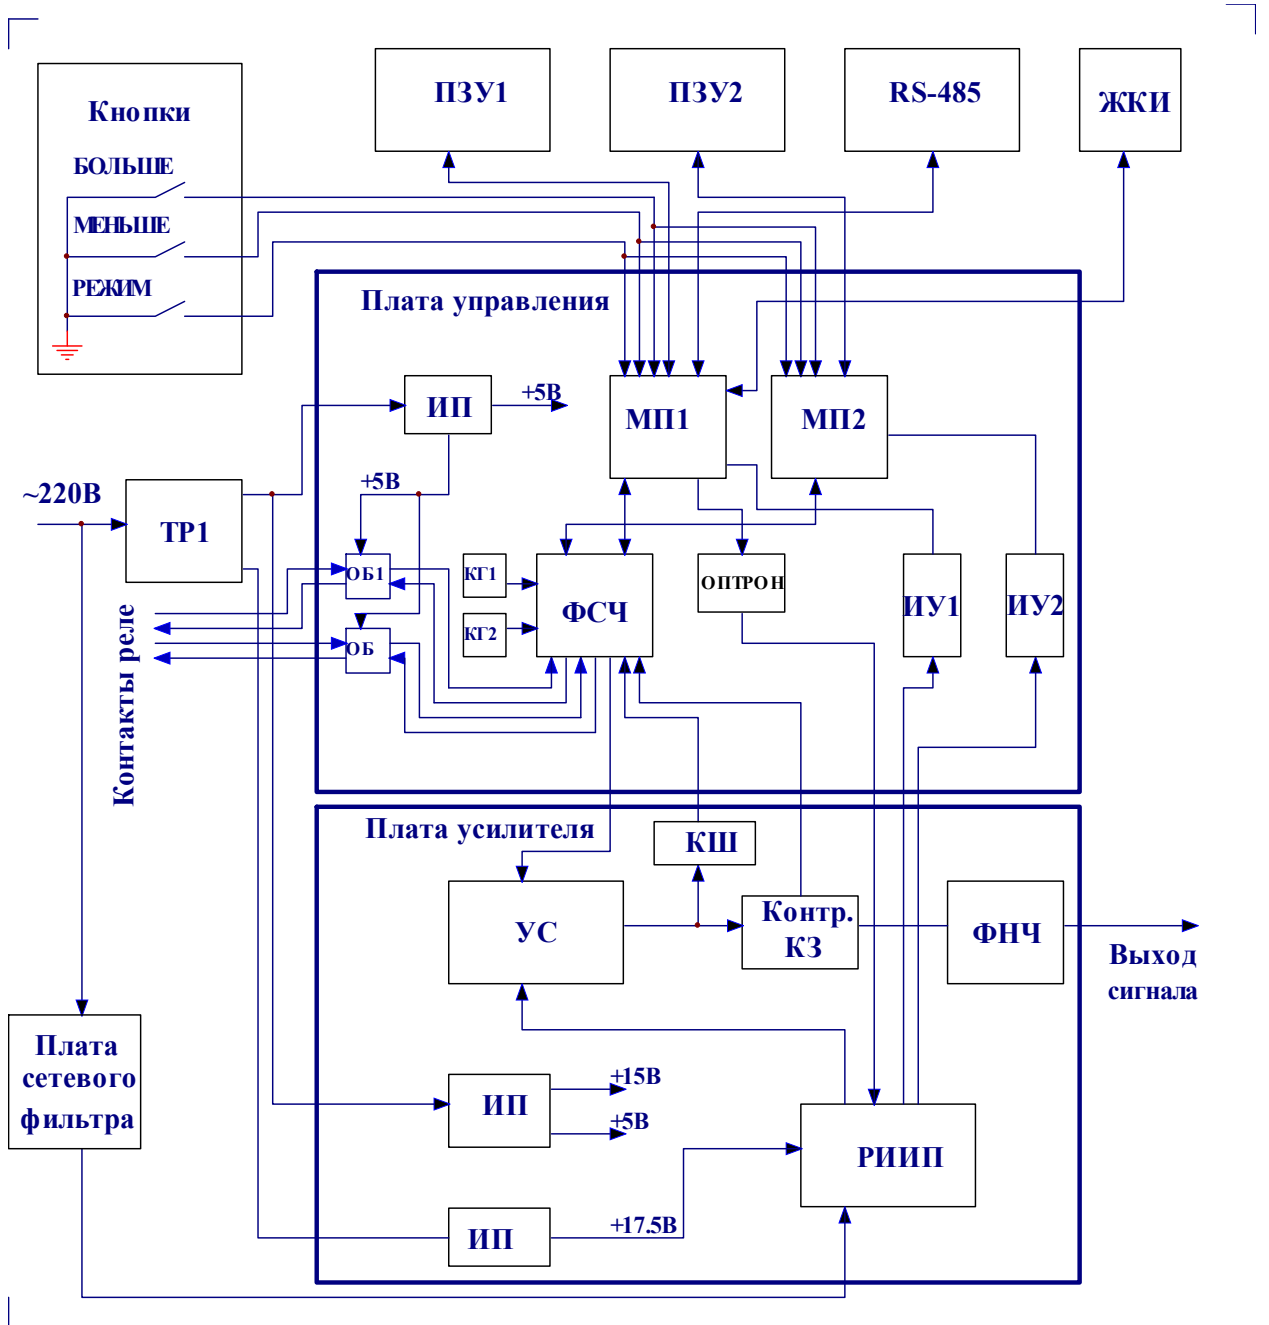

Рис. 2.
1.2.1.1. Структурная схема УПГ представлена на рис.2 и включает в себя: